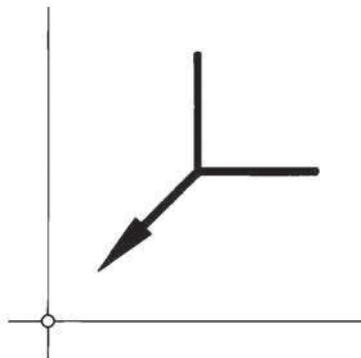
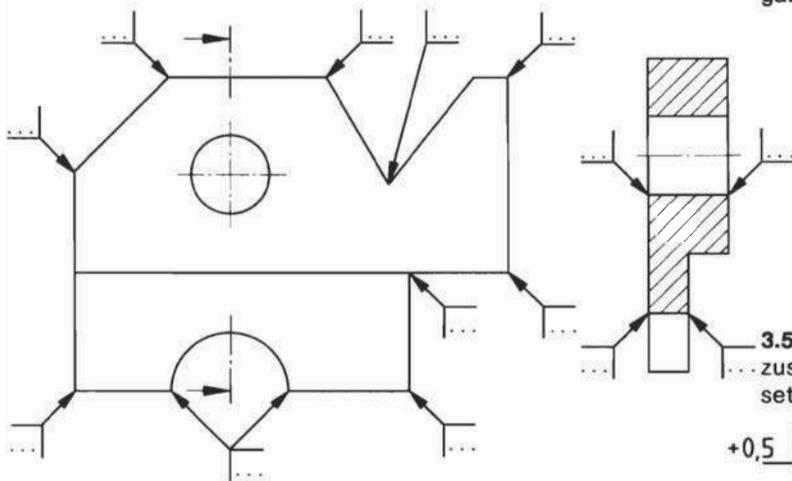
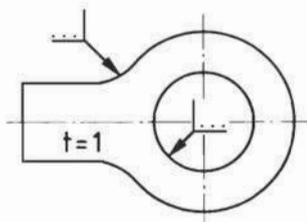

Bild 15.
Bild 24.
Bild 25.
Die Werkstückkante wird mit dem Symbol nach Bild 15 und den entsprechenden Maßangaben, die in die Felder a_1 , a_2 oder a_3 nach Bild A.1 einzutragen sind, gekennzeichnet. Die Länge und Richtung des Bezugspfeiles kann den Gegebenheiten der Zeichnung angepaßt werden (siehe Bild 24).
- auf eine Kante senkrecht zur Projektionsebene (Bild 24 Vorderansicht)
- am Umfang eines Werkstückes oder eines Loches umlaufend (siehe Schnitt im Bild 24 und Bild 25).